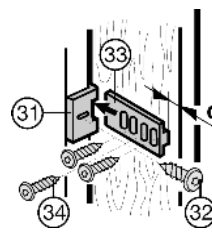

Fig. 19
- ▶ Monter la pièce d'accouplement de porte Fig. 19 (31) à l'aide de vis Fig. 19 (32), tout en respectant la position de la poignée.
- ▶ Insérer les rails d'accouplement de porte Fig. 19 (33) et les visser à la porte de meuble à l'aide de vis Fig. 19 (34). Respecter l'écart d (épaisseur de paroi du réfrigérateur).